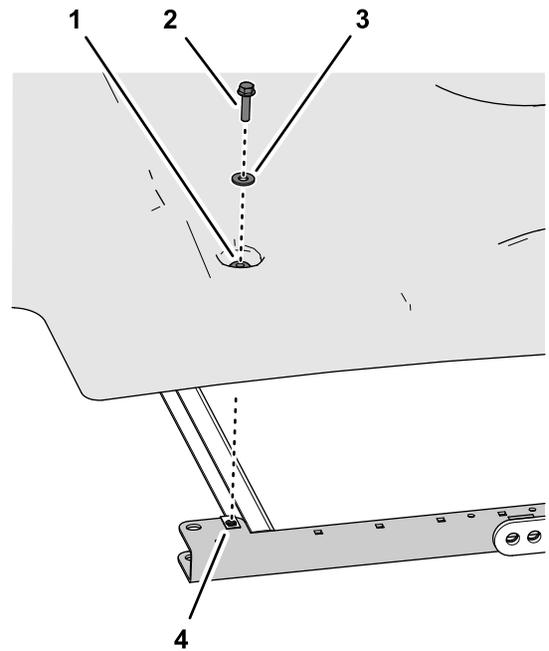
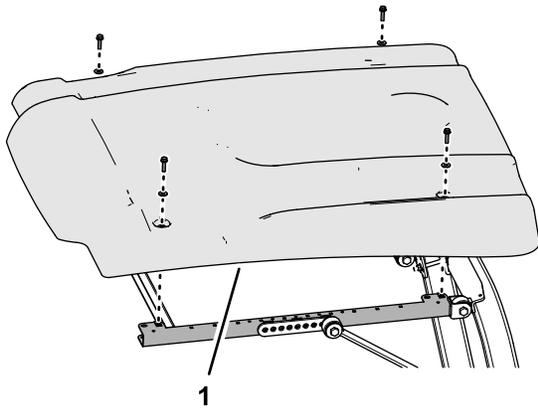

Figura 2
Figura 1
1. Retire los 4 pernos con arandela prensada (5/16" x 1 1/4") y las 4 arandelas (5/16") que sujetan el parasol y los perfiles del bastidor lateral (Figura 1 y Figura 2).